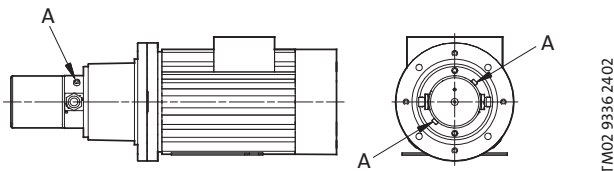

図4 ベントプラグ
1. 空気抜き：ポンプを起動する前に、ベントプラグ"A"（図4参照）を緩めます。孔から水が流れでてきたらプラグを締めつけます（ポンプ内の空気が除去されました）。